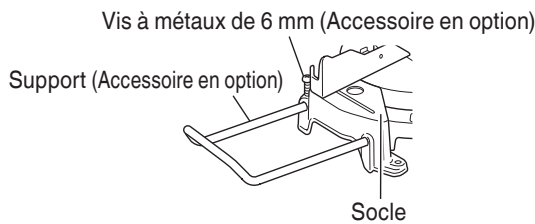

Fig. 10
- Comme l'indique la Fig. 10, installer le support dans les trous sur le côté du socle et l'attacher avec une vis à métaux de 6 mm (Accessoire en option).